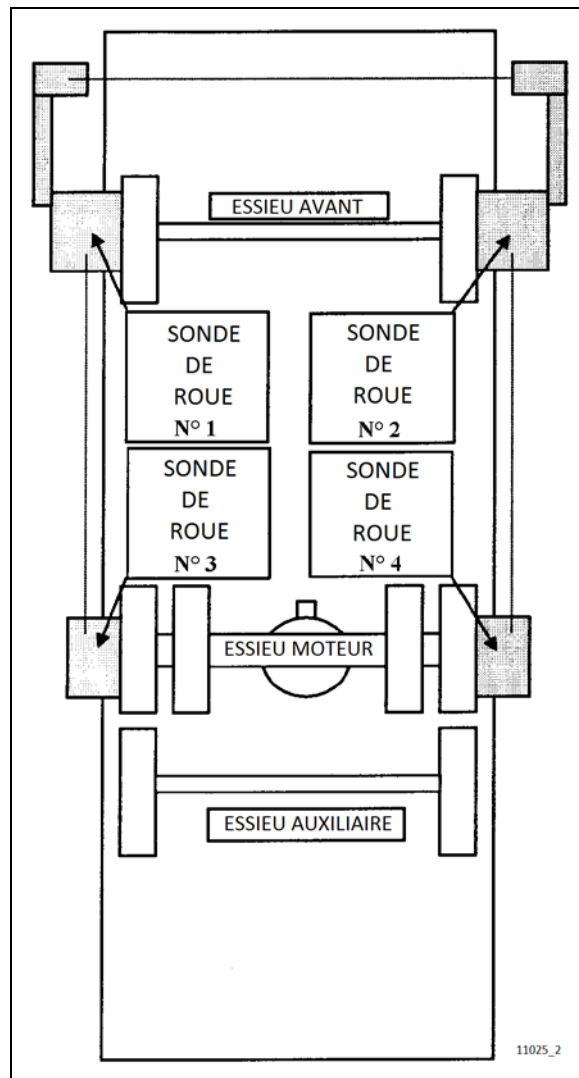

FIGURE 7: ALIGNEMENT DE L'ESSIEU MOTEUR & AVANT
3. Poser des capteurs de monture de roue sur les essieux avant et moteur (Figure 7).
Se reporter aux numéros de référence sur les capteurs de monture de roue (Figure 7).
Lorsque le système est installé pour l'alignement de l'essieu avant (Figure 7), régler l'essieu avant conformément au tableau de spécifications qui suit. Utiliser des systèmes de réglage de géométrie statique qui utilisent les relations angulaires uniquement, tels que les systèmes Josam ou Hunter. Les spécifications de géométrie statique sont mentionnées dans les tableaux suivants :